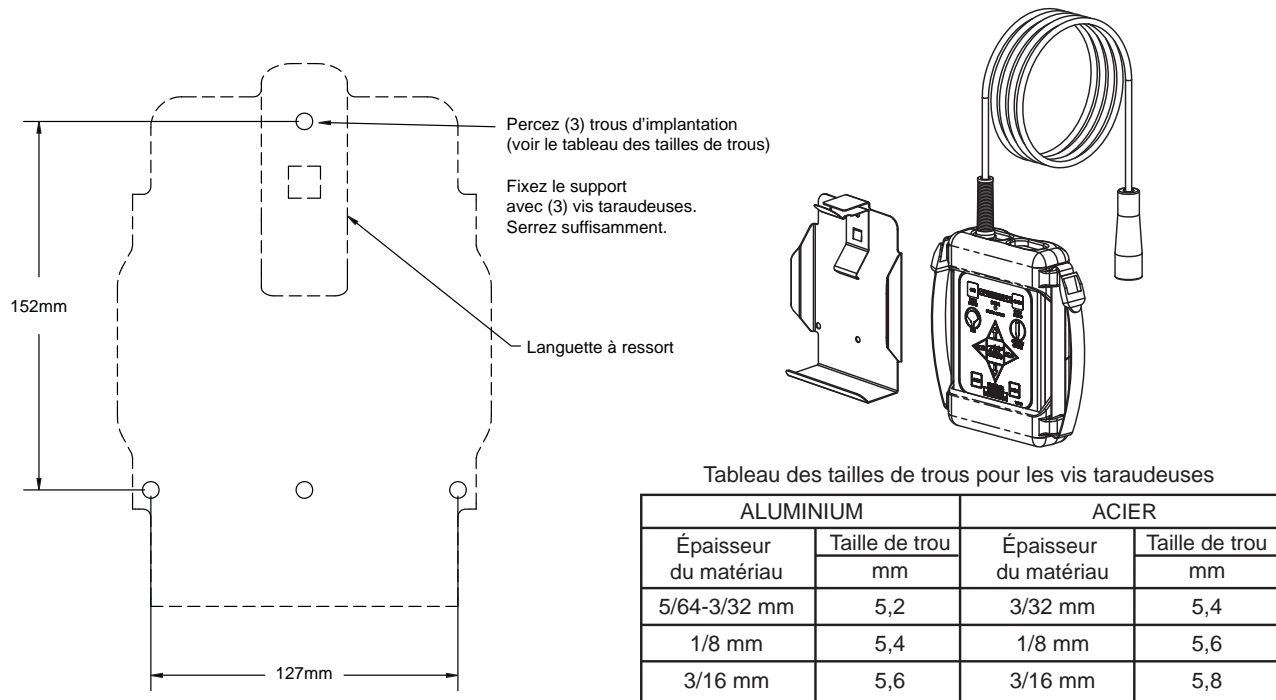

Figure 2.3.1
Le support de rangement est fourni avec (3) vis taraudeuses 1/4-20 en acier inoxydable. Assurez-vous que le matériau accueillant le support est suffisamment solide et épais pour les vis taraudeuses. Veillez à ce que la zone située à l'arrière de la surface de montage soit entièrement dégagée. Nous vous recommandons une épaisseur minimale de 2,4 mm pour l'aluminium et de 2 mm pour l'acier. Voir le tableau de la figure 2.3.1 pour déterminer la taille adéquate pour les trous d'implantation.
Sélectionnez un endroit approprié pour monter le support de rangement. L'espace requis sur le panneau est de 152 x 285 mm. Consultez la figure 2.3.1 pour connaître la taille des trous. Le support peut être utilisé comme modèle. **Assurez-vous que la languette à ressort est bien placée.**